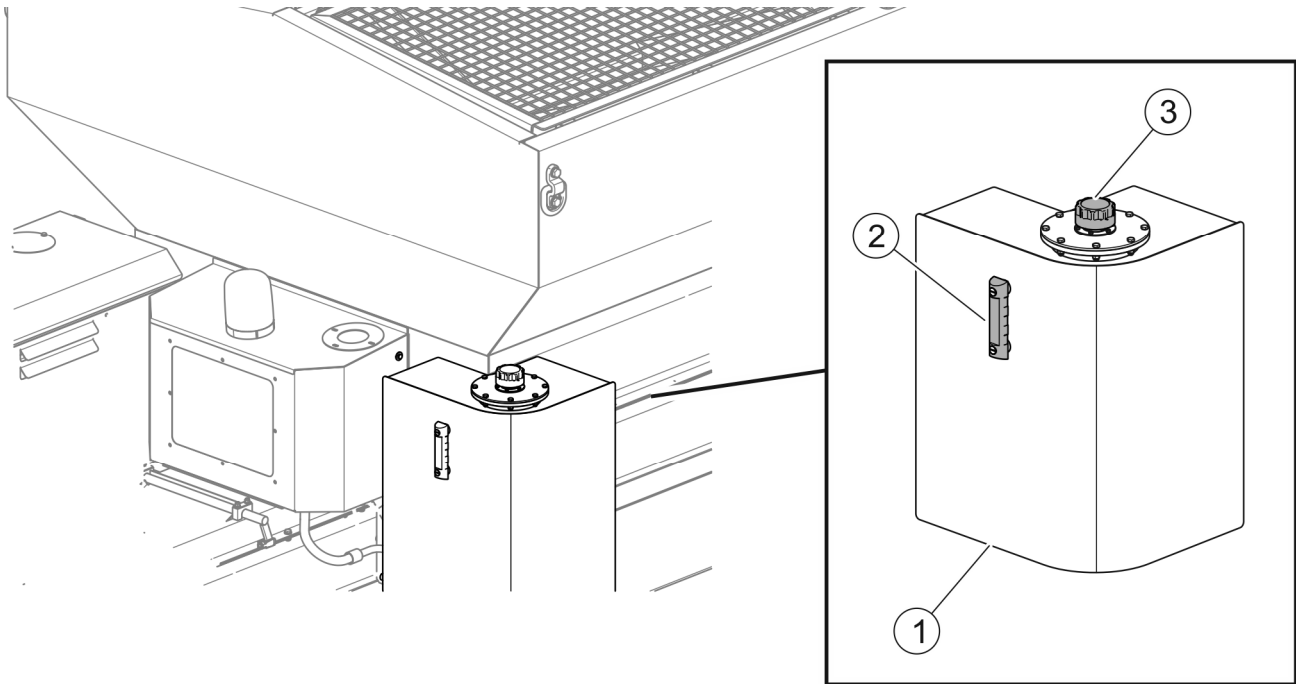

РИСУНОК 5.2 Перевірка рівня гідравлічного мастила
- Перевірити рівень гідравлічного мастила за індикатором (2) (РИСУНОК 5.2).
- Якщо рівень мастила занадто низький, відкрутити пробку (3) і долити мастило.